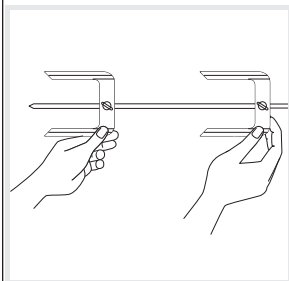

FIGURA 3
8. Abra los tornillos sobre el trinche ajustable y después deslice sobre la varilla con los extremos en punta colocados el extremo abierto de la varilla. (Figura 3)